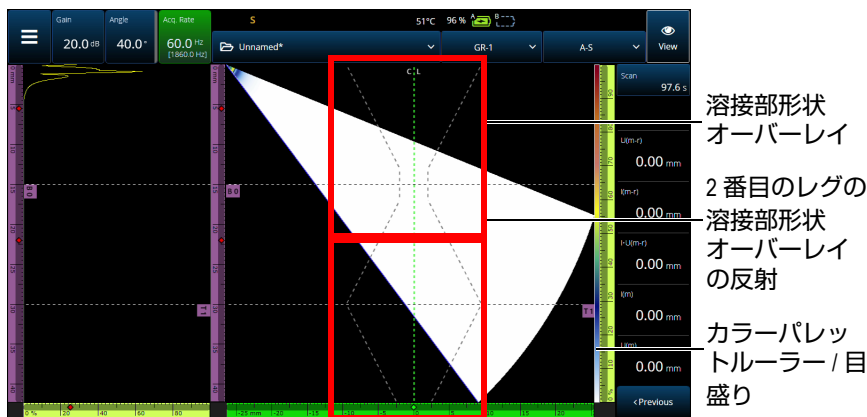
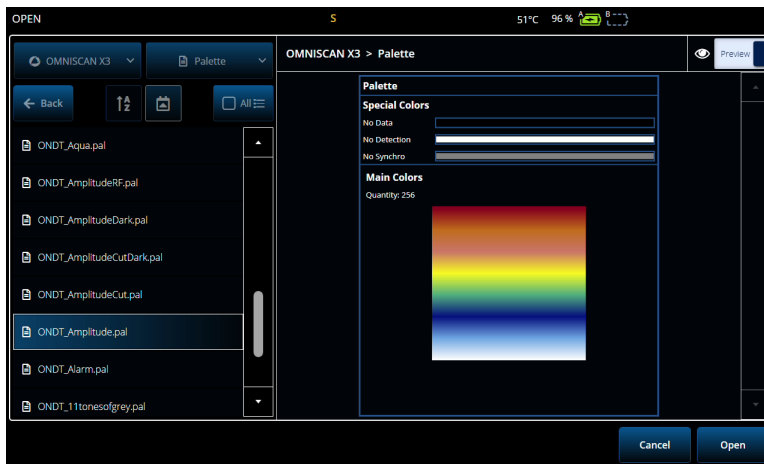
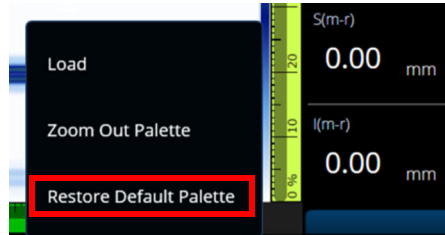

図 2-57 V オffset溶接形状オーバーレイの例
図 2-60 カラーパレットセクター
図 2-61 Restore Default Palett（デフォルトのパレットを復元）
試験体にオーバーレイ (溶接部またはカスタム) が含まれる場合、オーバーレイの表示を切り替えることができます。オーバーレイは、S-スキャンビュー上に溶接部形状の描画または選択した描画を重ねて表示したものです。この機能は、試験体または溶接部形状に対する欠陥指示の位置づけを視覚化するのに役立ちます (116 ページの図 2-57)。オーバーレイの反射 (2 番目のレグ、3 番目のレグなどを考慮) は、Menu (メニュー) > Display (表示) > Overlay (オーバーレイ) > Multiple Legs (複数レグ) で ON/OFF にできます。
- ◆ カラーパレット（116ページの図 2-57の右側にあるルーラー/目盛り）をタップしたまま、**Load（読み込み）**を選択します。使用可能なカラーパレットを確認し、**Open（開く）**をタップしてパレットを変更します（120ページの図 2-60）。
- ◆ デフォルトのパレットを復元するにはパレットのルーラー/スケール（116ページの図2-57）を長押しして、Restore Default Palette（デフォルトのパレットを復元）タブ（121ページの図2-61）を選択します。